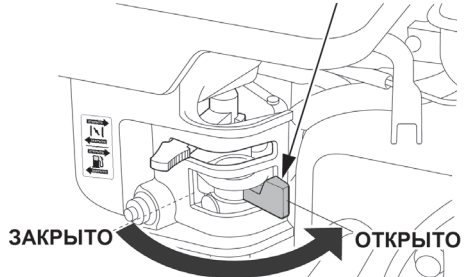

Рис. 15 Рычаг топливного крана
4. Откройте топливный кран переводом рычага (Рис. 15).